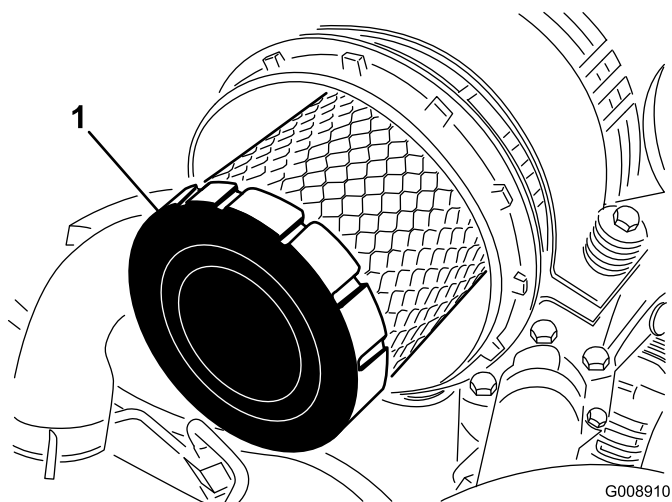

Figura 60
4. Retire e substitua o filtro principal (Figura 60).